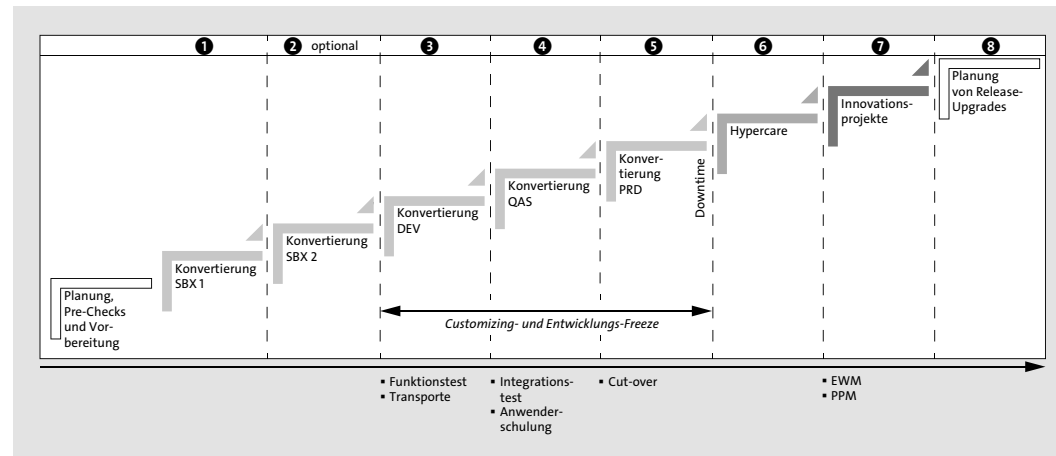

Abbildung 2.3 Ablauf einer Systemkonvertierung mit Sandbox-Systemen
Wenn zu Beginn eines Konvertierungsprojekts die obligatorischen Voraussetzungen geprüft wurden und mögliche Vorarbeiten im SAP-ERP-System abgeschlossen sind, wird das erste Sandbox-System (SBX1, siehe ❶ in Abbildung 2.3) aus einer aktuellen Systemkopie des produktiven SAP-ERP-Systems (PRD) erstellt. Der Ablauf der Systemkonvertierung wird dann vollständig auf dieser PRD-Kopie durchgespielt.